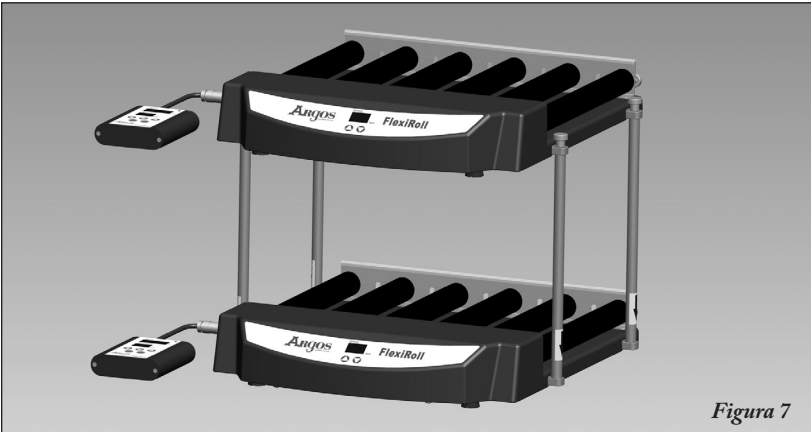

Figura 7
7. Sujete la tapa en el extremo superior de la barra de apilamiento (Figura 7).
El FlexiRoll debe tener un aspecto como el de la unidad de la Figura 7.